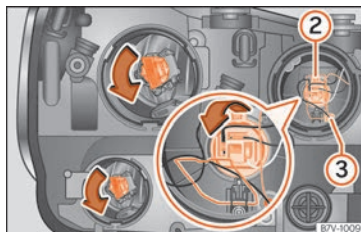

Fig. 63 Faro izquierdo.
- Presione con fuerza el gancho de alambre hacia abajo y extraiga hacia atrás el portalámparas » fig. 63 ② junto con la lámpara.
- Extraiga hacia atrás el portalámparas » fig. 63 ③ con la lámpara.